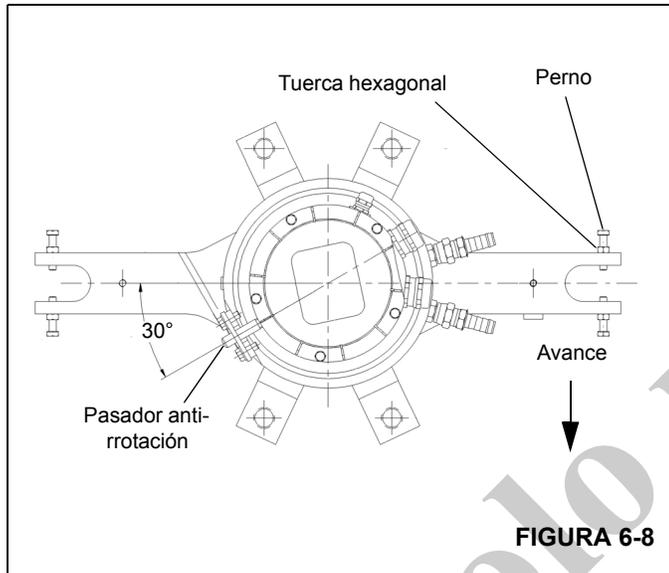

FIGURA 6-8
3. Asegure que el pasador antirotación de la parte inferior de la base del adaptador giratorio eléctrico quede alineado con el agujero de montaje de la escuadra de la caja del adaptador giratorio de agua (Figura 6-8).